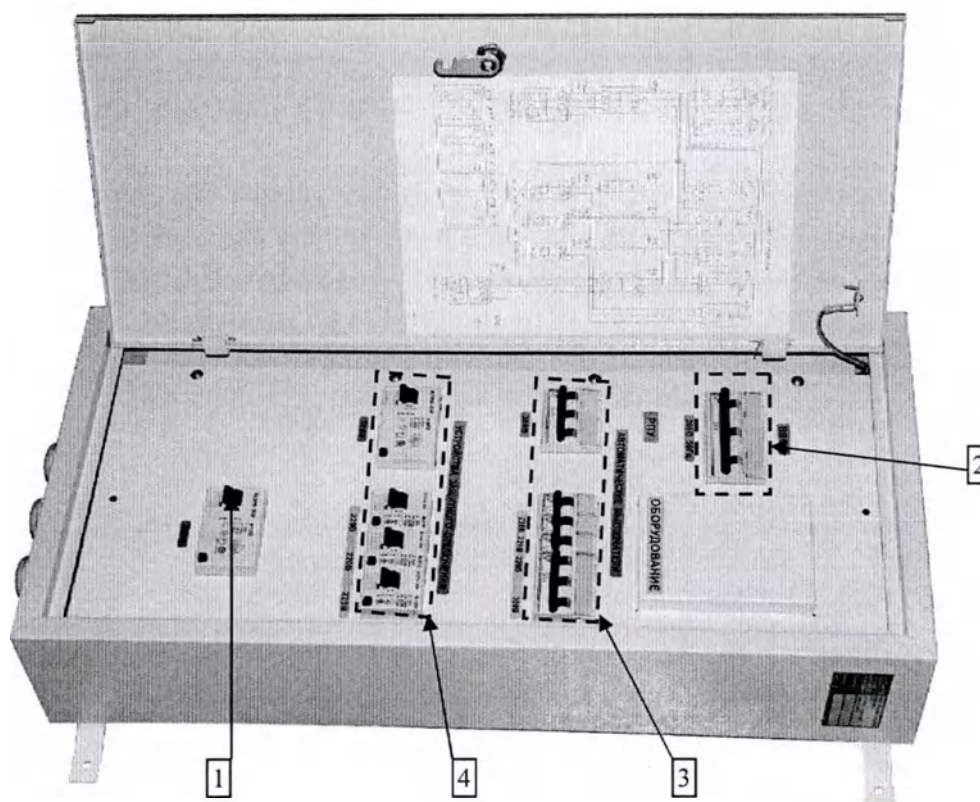

Рисунок 5.1 – Шкаф питания и защиты АФЦ2-3000-04 (с открытой дверцей)
1. Включите электропитание составных частей комплекса. Подача/отключение питания на РПУ осуществляется установкой выключателя (см. Рисунок 5.1, поз.1) в положение «I» либо «O» соответственно.